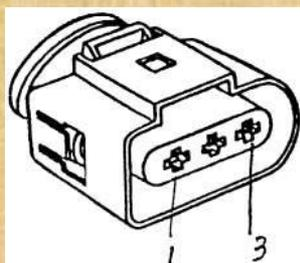
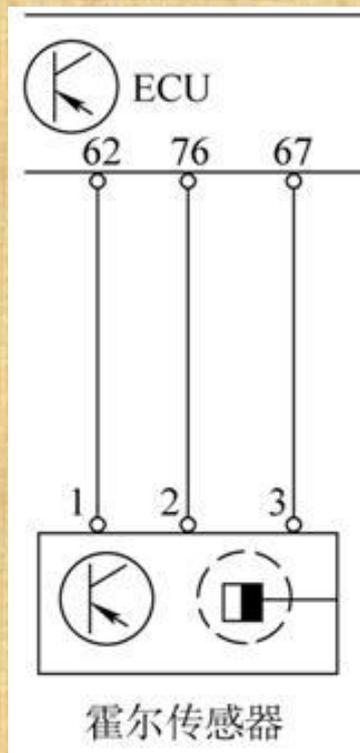

图8-3 霍尔传感器插头端子图
图8-4 霍尔传感器与控制单元连接电路图
- 不拔下霍尔传感器插头，用测试灯从背面连接插头端子1和2（图8-3），接通起动机几秒钟，发动机每转2转测试灯必须闪一下，如果测试灯不闪，拔下霍尔传感器插头，打开点火开关，测量插头端子1和3的电压（量程为20V电压档），标准值应为约5V；测量插头端子2和3的电压，标准应接近蓄电池电压。如果测量值符合标准，更换霍尔传感器；如果测量值不符合标准，应按图8-4所示检查霍尔传感器与控制单元的线路是否有开路或短路。